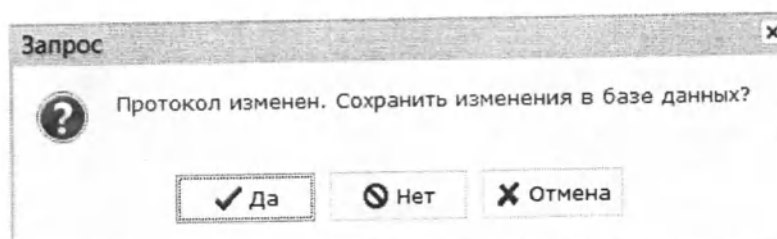

Рис. 4.14. Запрос на подтверждение сохранения изменений в базе данных
- Кнопка «Выход» закрывает протокол исследования. При этом если протокол исследования находится в режиме редактирования, и данные протокола были изменены, на экране будет выдан запрос на подтверждение сохранения изменений в базе данных или отказ от сохранения (рис. 4.14).